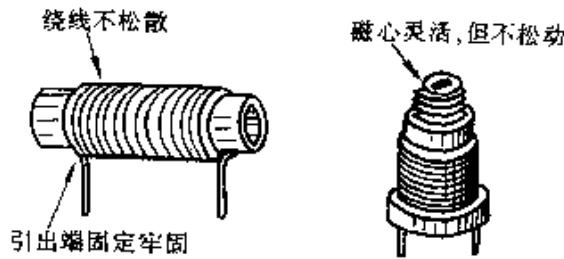

图 2-82
③ 检查电感器的结构:线圈绕线应不松散、不会变形;引出端应固定牢固;磁心既可灵活转动,又不会松动等等,如图 2-82 所示。